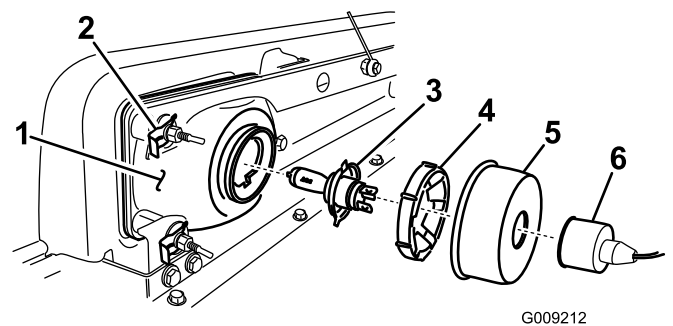

図 30
2. 保護用のゴム製ブーツを外す(図 30)。
2. ヘッドライト・アセンブリ全体を前に押出して、前バンパーから外す（図 30）。
3. 取り付け穴に新しいヘッドライトを取り付ける（図 30）。柱状の合いマーク突起がバンパー側の取り付けブラケットの穴にそろるように取り付けること。